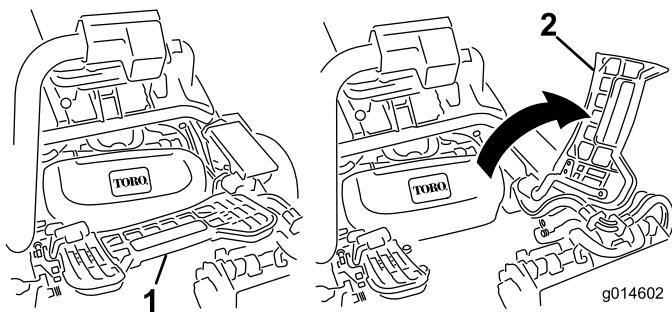

Figura 32
2. Levante el reposapiés y gírelo hacia arriba, para tener acceso a la posición de la unidad de corte central (Figura 32).